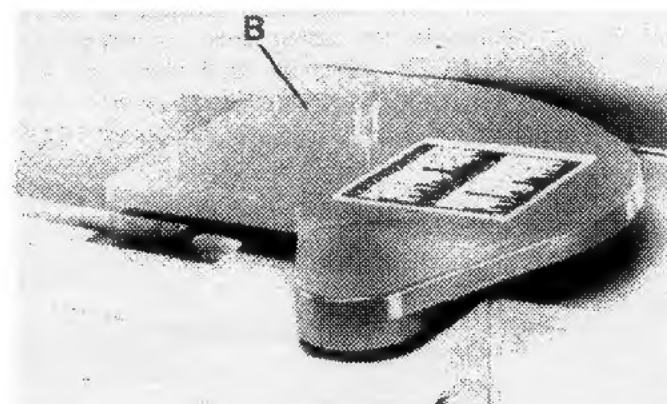

FIGURE 16
4. Fig. 16 illustre le garde de la tête de coupe (B) assemblé à la table d'entrée.